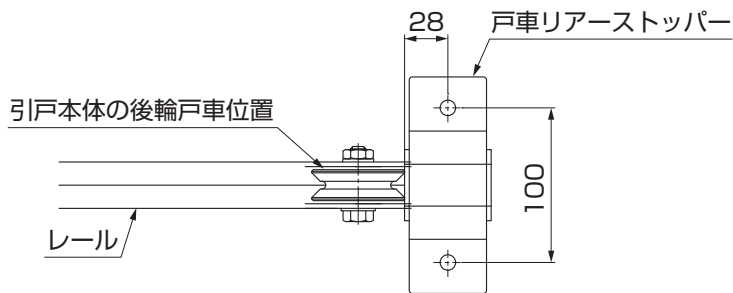

図7-3
- ③引戸本体を開けた状態で引戸本体の戸車の後輪の位置にあわせて戸車リアーストッパーを位置合わせしてください。(図7-3参照)
(2) 下穴の加工